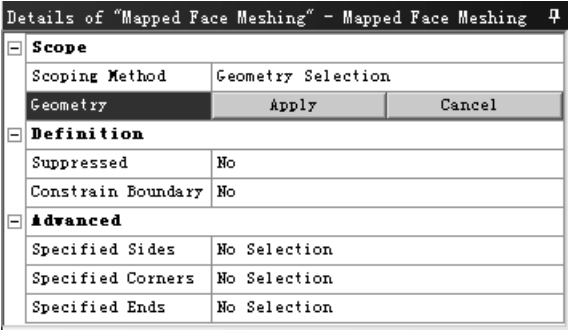

图 5.3.32 “Advanced” 区域
- ◆ 当在 **Geometry** 中定义映射面后（无论是实体的还是片体的），“Details of ‘Mapped Face Meshing’ - Mapped Face Meshing” 对话框中均会出现图 5.3.32 所示的区域，其中包含 **Specified Sides**、**Specified Corners** 和 **Specified Ends** 三个选项。